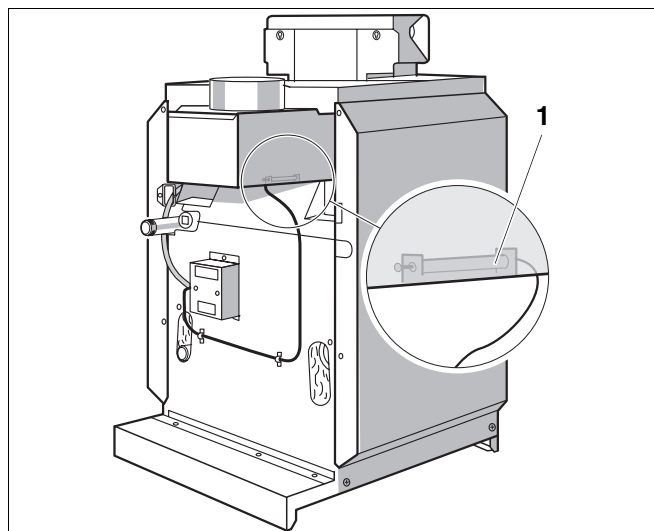

Рис. 2 Система контроля дымовых газов AW 50
- Система контроля дымовых газов AW 50 (рис. 2, **поз. 1**) через несколько минут вновь автоматически запускает горелку при наличии запроса на тепло от теплопотребителей.